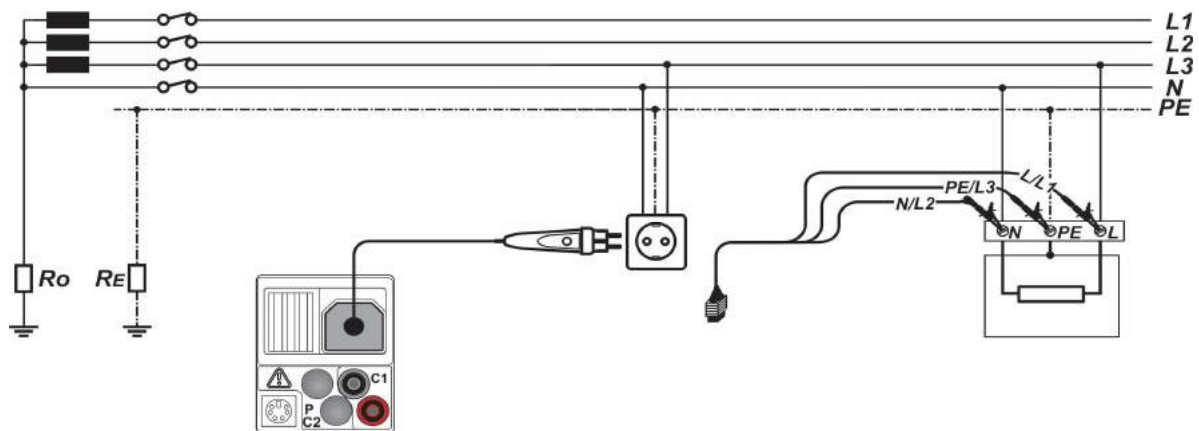

Abbildung 5.24: Anschluss des optionalen Commander-Prüfsteckers (044149)
- ☐ Kontaktieren Sie die Prüfleitungen an das Prüfobjekt (siehe Abbildung 5.24).